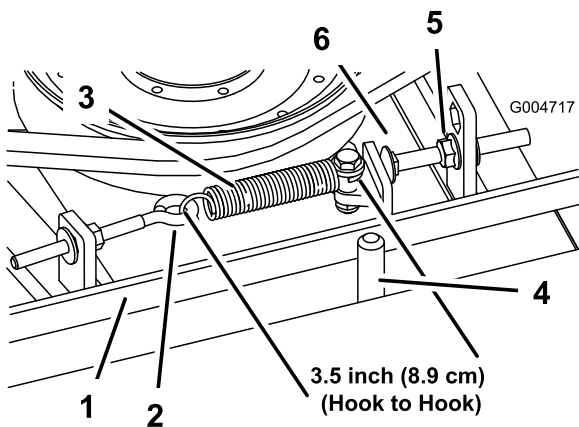

Figura 97
Quando a tensão estiver correta, a medida interior da mola de extensão (gancho a gancho) deverá ser de cerca de 8,27 cm \pm 9,53 cm. Logo que se obtenha a tensão correta da mola, ajuste o pino de fecho (parafuso da carroçaria) até haver uma folga aproximada de 0,17 a 0,4732 cm entre a cabeça do parafuso e o braço intermédio (Figura 97).
Nota: Certifique-se de que correia está colocada no lado da mola do guia da correia (Figura 97).
- Desaperte o parafuso com olhal permitindo a remoção da mola de extensão (Figura 97).
- Desaperte a porca flangeada que prende o pino de fecho à patilha de montagem e afaste a polia intermédia da correia para libertar a tensão da correia (Figura 97).
9. Ligue a mola de extensão (Figura 97) ao parafuso de olhal e aplique a tensão na correia como se segue: